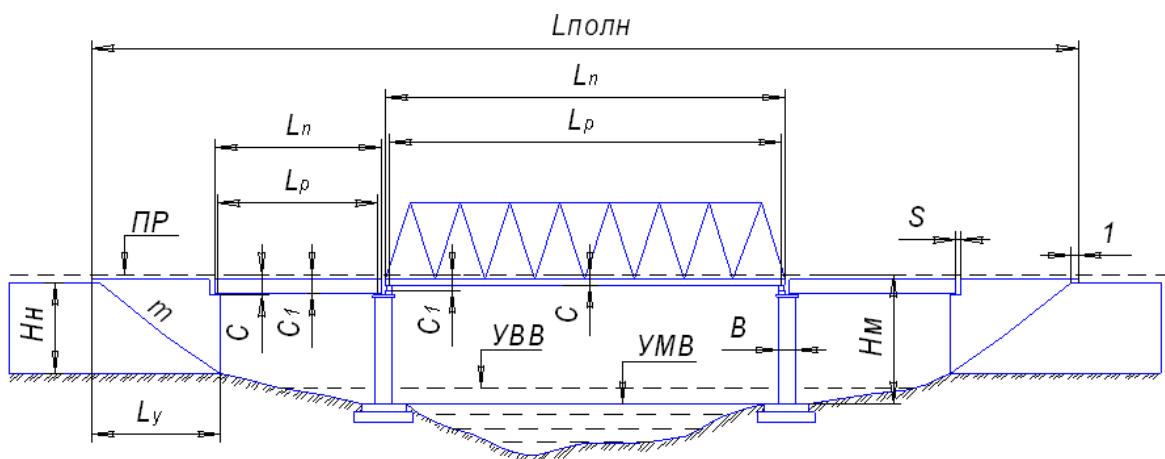
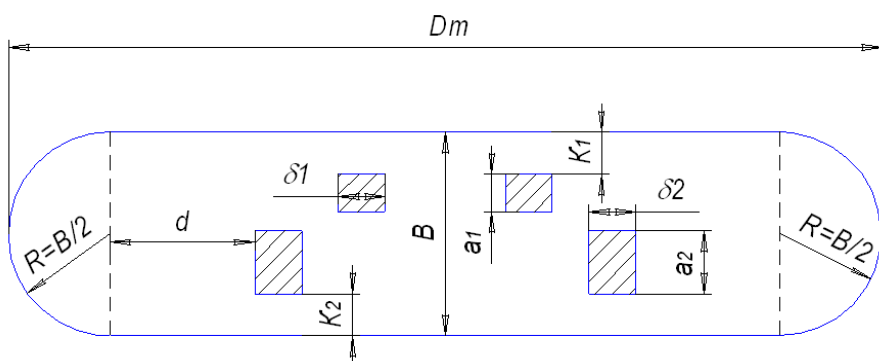

Рис.4.1 Фасад сборного моста
Рис.4.6 План овальной опоры
5. Вычертить на миллиметровой бумаге фасад моста (рис.4.1) в масштабе 1:300 (1:400) и разрез промежуточной опоры (рис.4.6, рис. 4.7) в М 1: 50;
Если по исходным данным задана овальная форма промежуточной опоры (рис.4.6), то: